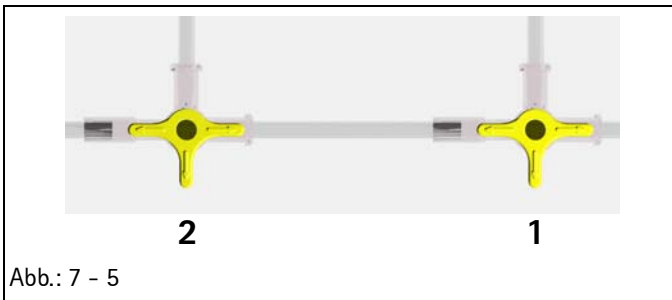

Abb.: 7 - 5
2. Eine Förderrate gemäß STK eingeben, Infusion starten und zuerst in ein offenes System fördern (ohne Manometer), Stellung der 3-Wege-Hähne siehe Abb.: 7 - 3.
3. Drei-Wege-Ventil umschalten, siehe Abb.: 7 - 4, und gegen das Manometer fördern.
- Prüfaufbau gemäß Abb.: 7 - 2
1. Intrafix Primeline Classic des Prüfaufbaus (Abb.: 7 - 2) in das Gerät einlegen.
2. Drei-Wege-Hahn 1 zur Spritze hin schließen, siehe Abb.: 7 - 5.